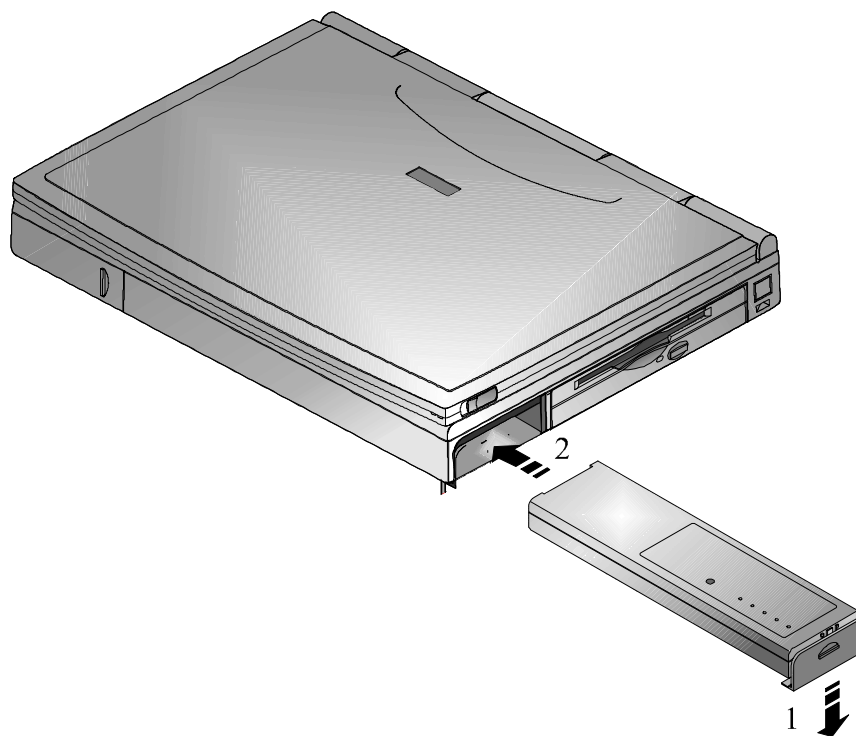

Figura 2-2: Installazione della batteria principale (passo 1)
1. Afferrare la batteria in modo che i LED siano rivolti in su, abbassare il cursore che blocca la batteria (figura 2-2, passo 1).
2. Far scorrere la batteria nel suo alloggiamento (figura 2-2, passo 2). Quando è correttamente installata, la batteria risulta a filo con il pannello laterale del notebook.